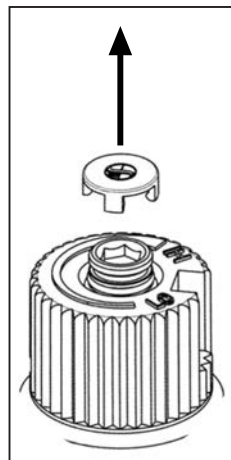

Figure 11: Retrait du capuchon de valve
- Retirez le capuchon de protection noir du bouton HI/LO à la main, comme illustré à la Figure 11.
- Insérez une clé Allen $\frac{5}{32}$ " ou 4 mm dans la rainure hexagonale de la vis (voir Figure 11), tournez-la dans le sens inverse des aiguilles d'une montre jusqu'à ce qu'elle soit libre et extrayez-la.